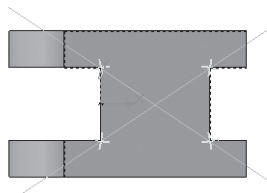

рис. 218
- с помощью – Вспомогательной прямой найдите местоположение центра отверстия (рис. 218);